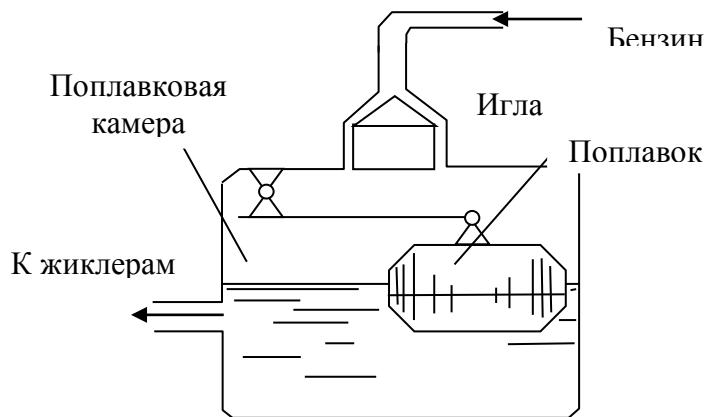

Рис. 1. Принципиальная схема регулирования уровня топлива в поплавковой камере.
Дана принципиальная схема автоматического регулирования уровня бензина в карбюраторе (рис. 1). Определить функциональные элементы САУ и составить функциональную схему.
Методику проведения функционального анализа работы САУ рассмотрим на примере 1 (рис. 1 и 4).
**ЗАДАНИЕ:** Провести анализ по классификационным признакам системы автоматического регулирования уровня бензина в поплавковой камере (рисунок 1 и 4).